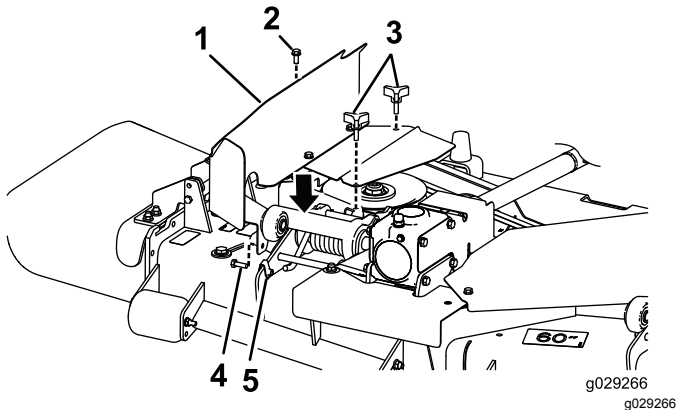

Bild 10
1. **Mähwerke ohne montiertes Heckfangsystem:** Montieren Sie das rechte Schutzblech (Bild 10).